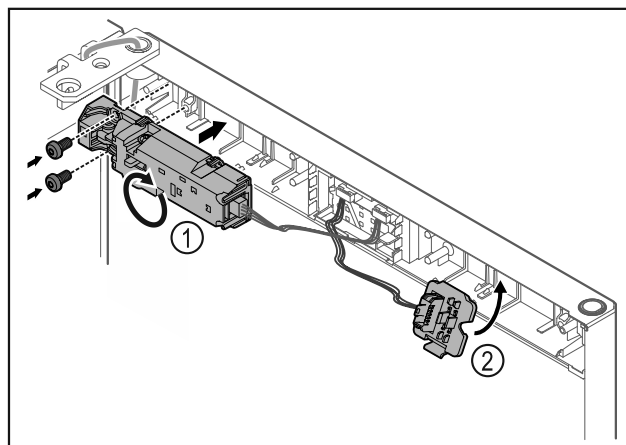

Fig. 19
- Rotiți încuietoarea de la distanță Fig. 19 (1) cu 180° și fixați-o pe partea opusă.
- Fixați în poziție suportul fișei Fig. 19 (2) pe partea opusă.